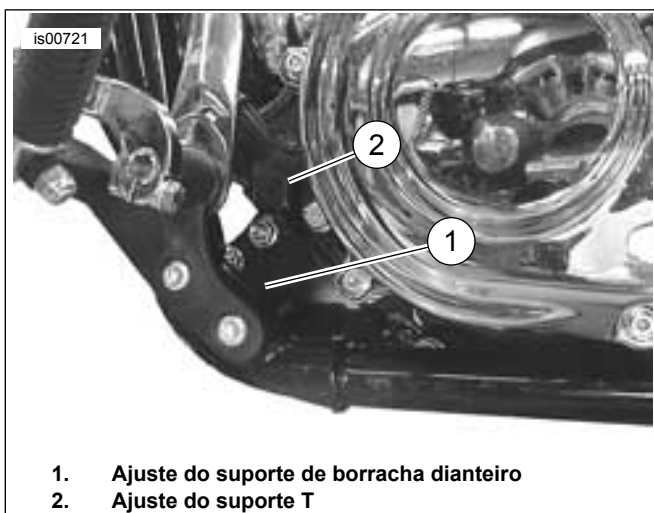

Figura 9. Pontos de apoio dianteiros (lado esquerdo mostrado, lado direito semelhante)
4. Veja a Figura 9. Utilizando uma ferramenta adequada e um pano limpo e macio enrolado nela, entre a suporte dianteiro (1) e a armação, como indicado pela seta, mova a roda traseira para a esquerda ou direita, o necessário para criar espaço para a vareta de controle. Mantendo a ferramenta pressionada, aperte os parafusos de montagem de borracha traseiro. Aperte os parafusos com torque de 30–37 N·m (22–27 ft-lbs).
7. Veja a Figura 9. Utilize uma ferramenta apropriada entre a armação e o suporte T (2). Mova a roda traseira para a esquerda ou direita, o necessário para criar um espaço livre ao redor do medidor. Mantendo a ferramenta pressionada, aperte os parafusos do suporte T. Aperte os parafusos com torque de 34–41 N·m (25–30 ft-lbs).